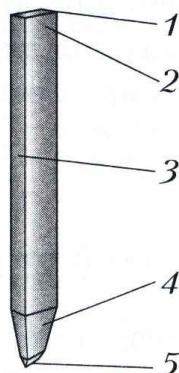

Рис. 72. Зубило: 1 – головка;
*Зубило* представляет собой стальной стержень, имеющий режущую кромку в форме клина (рис. 72). Угол заострения зубила при рубке стальных заготовок должен быть равен  $60^\circ$ , а при рубке цветных металлов –  $35\ldots45^\circ$ .